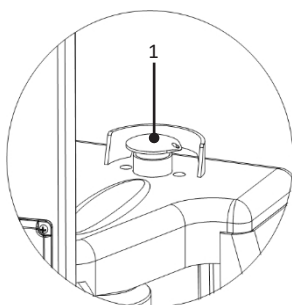

Fig. 14
1. Spegnere il pulsante di arresto di emergenza (1). (Fig. 14)